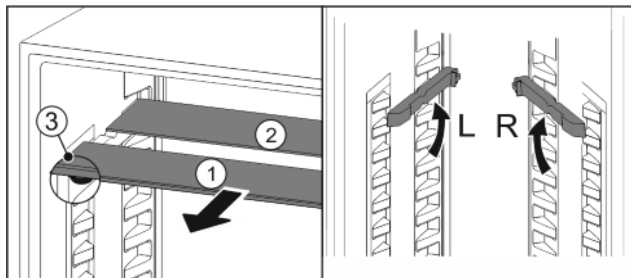

Fig. 23
- ▶ Wyciągnąć Fig. 23 (1) pojedynczo półki szklane do przodu.
- ▷ Płyta szklana Fig. 23 (1) z listwą ozdobną znajduje się z przodu.
- ▷ Stopery Fig. 23 (3) wskazują w dół.